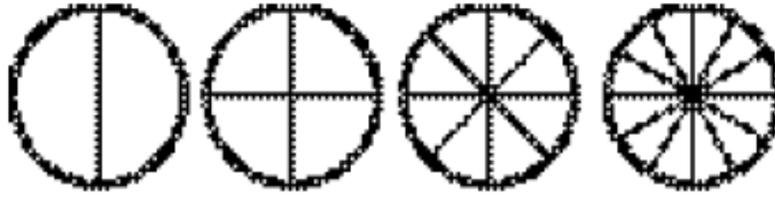

Fig. 80: Cajones carrusel. Vista superior.
6.7.5 Cajones de carrusel. Fig. 80